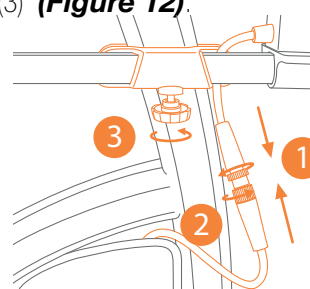

Figure 11: Connectez (1 & 2) et serrez (3) le bouton.
- a. Avant de fixer le contrôleur de joystick au cadre, assurez-vous que le câble est déconnecté. Déconnectez le câble en desserrant les anneaux métalliques (1). Faites glisser le contrôleur de joystick à travers le trou du support (2). Assurez-vous que le câble passe entre le cadre et le contrôleur, comme indiqué dans la **Figure 11**.
- b. Reconnectez le câble (1)(2), puis serrez le contrôleur en tournant le bouton dans le sens des aiguilles d'une montre (3) (**Figure 11**).